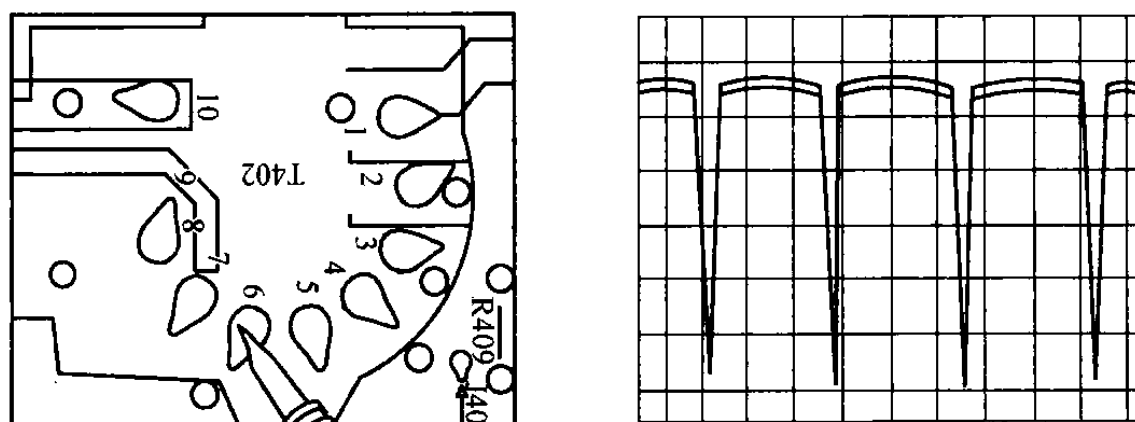

图 2-52 检测 T402⑥脚的脉冲信号
⑫ 将示波器的探头移到 T402 的⑥脚上进行检测,检测部位及正常的波形如图 2-52 所示。这个脉冲信号电压的幅度大约 100 V,经稳压滤波后输出 +24 V 直流电压为场输出级集成电路 IC301 供电。如果无此信号,场输出级电路将无法工作,屏幕上往往会出现一条水平亮线。